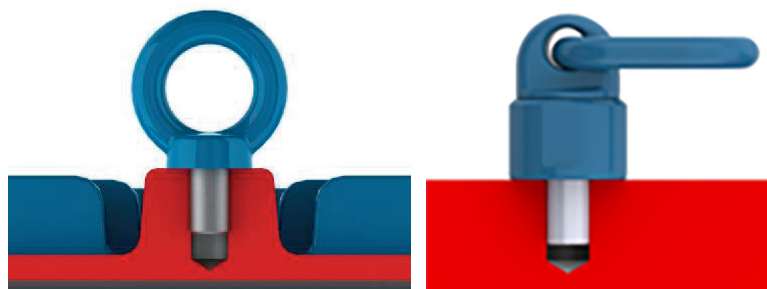
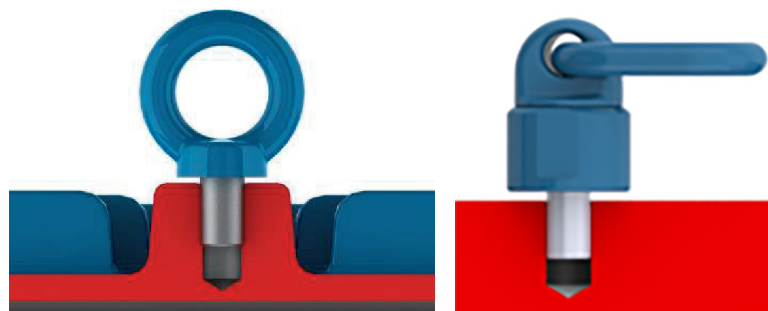

Figura 4.1: Apretado correcto del cáncamo de izado
Figura 4.2: Apretado incorrecto del cáncamo de izado
BAntes de iniciar cualquier proceso de elevación, asegúrese de que los cáncamos estén adecuadamente fijados, totalmente atornillados y con su base en contacto con la superficie a ser izada, conforme Figura 4.1 de la página 89. Figura 4.2 de la página 90 ejemplifica el uso incorrecto.
1. Asegúrese de que los cáncamos están adecuadamente fijados, conforme Figura 4.1 de la página 89.
1. Asegúrese que los cáncamos estén fijados adecuadamente, conforme Figura 4.1 de la página 89.